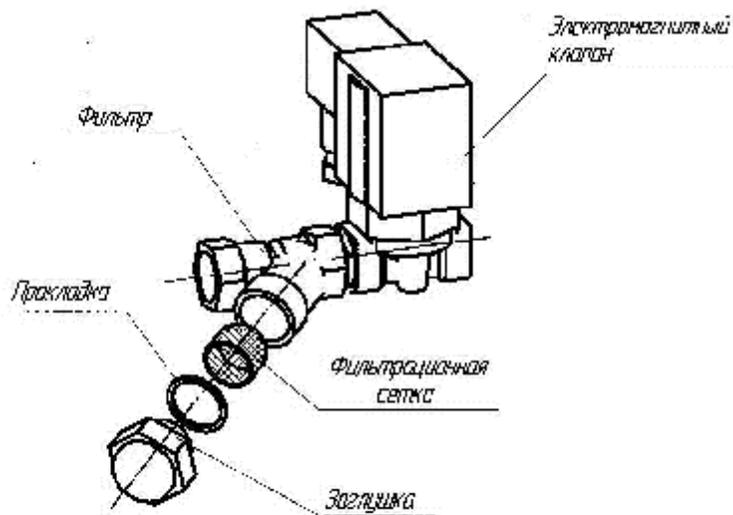

Рисунок 5 Очистка фильтра в системе слива конденсата
4.6 Устройство слива конденсата (рис. 5) предназначено для удаления выделенной влаги. Устройство состоит из электромагнитного клапана и сантехнического фильтра. Сигнал на управление электромагнитным клапаном подается электронным блоком управления.
7.3.2 Очистить фильтр предварительной очистки устройства для слива конденсата, удалив при этом грязь, которая могла накопиться на внутренней защитной сетке. Рис.5